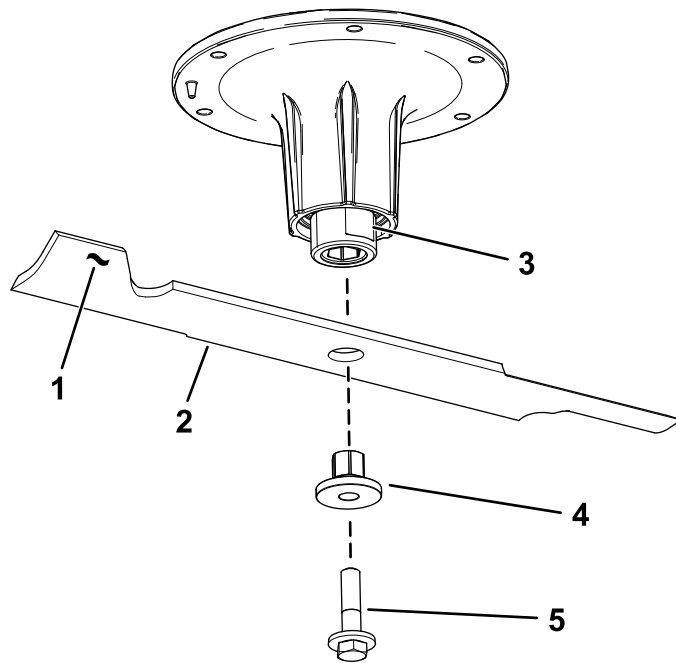

Рисунок 75
2. Вийміть болт ножа, втулку та ніж з вала шпindelя (Рисунок 75).